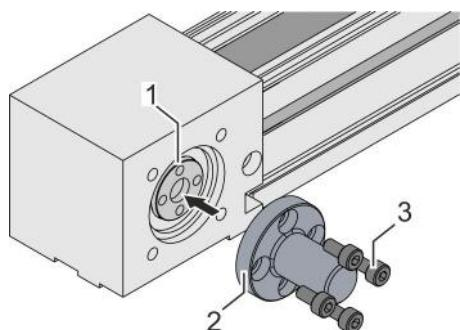

Fig. 31 : Montage de l'arbre d'entraînement
- Placer l'arbre d'entraînement (Fig. 31 /2) sur l'arbre cannelé (Fig. 31 /1).
- Serrer alternativement les 4 vis (Fig. 31 /3) en diagonale :